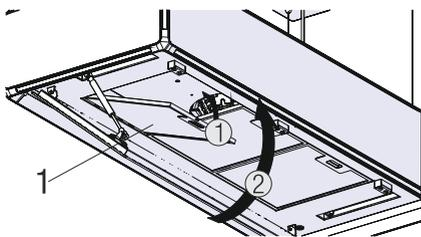

Fig. 34: Posizionamento dei filtri dell'olio in metallo
11. ▶ Posizionare il filtro dell'olio in metallo nel prodotto e aprire il blocco del filtro (Fig. 34/ 1)
13. ▶ Aprire l'aspiratore laterale (Fig. 34/3).